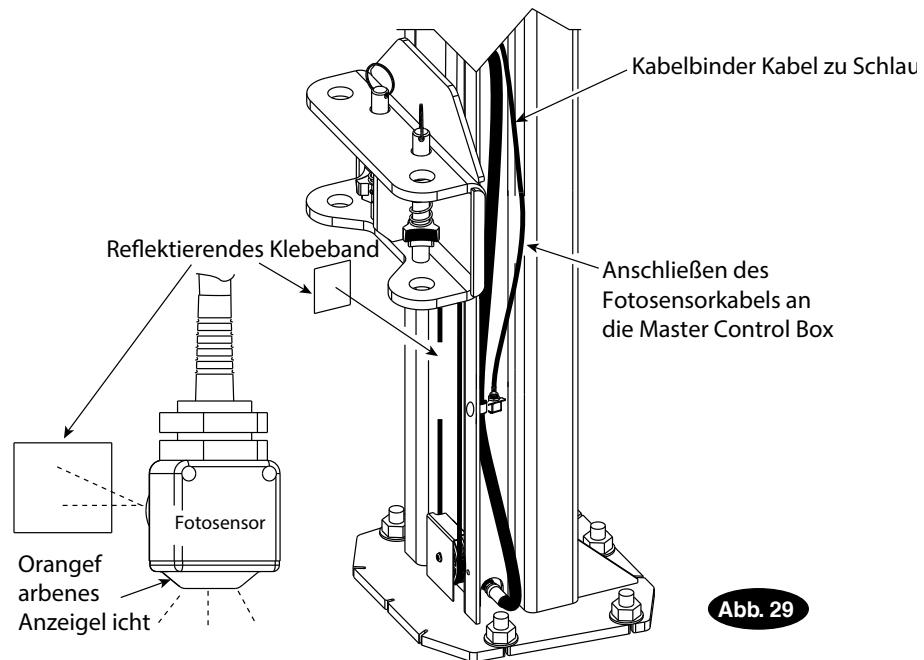

Abb. 29
- C. Befestigen Sie den Fotosensor und die Halterung an der Unterseite der Triebwerkssäule, Abb. 28. Der Lichtsensor muss durch das Loch gerichtet werden, Abb. 29.
Wenn der untere Zehenschutz-Fotosensor eingesteckt ist, nehmen Sie das 51 mm x 51 mm große Reflexionsband, an dem die Schutzfolie noch befestigt ist, und legen Sie es in die Säule direkt gegenüber dem Fotosensor. Richten Sie den vom Lichtsensor ausgehenden Strahl auf das Reflexionsband aus. Nachdem Sie den Strahl auf dem Reflexionsband zentriert haben, entfernen Sie die Schutzfolie vom Reflexionsband und kleben es in die Säule. Die orangefarbene Anzeigelampe am Lichtsensor leuchtet auf, wenn der Lichtsensor richtig auf das Reflexionsband ausgerichtet ist, Abb.29. Befestigen Sie das Kabel mit Kabelbindern am Schlauch, Abb. 29.